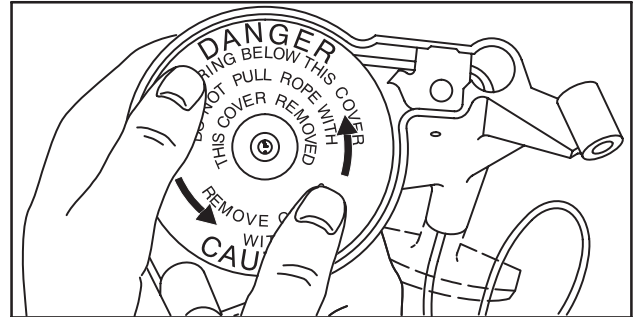

Fig. 62
9. Tourner la poulie en sens anti-horaire jusqu'à ce que la corde soit complètement enroulée, Fig. 62.